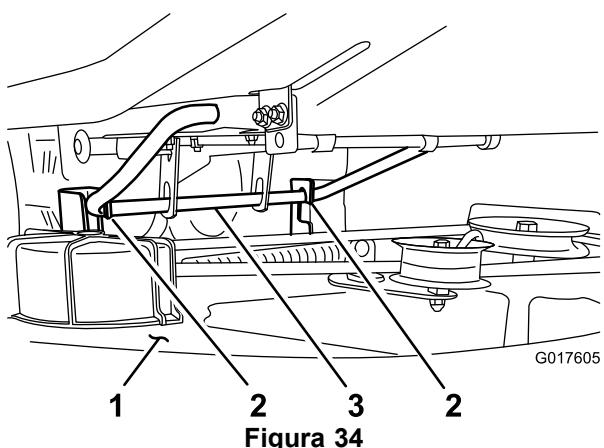

Figura 34
- Eleve la parte trasera de la carcasa del cortacésped y coloque las pletinas de suspensión sobre la varilla de elevación trasera (Figura 34).